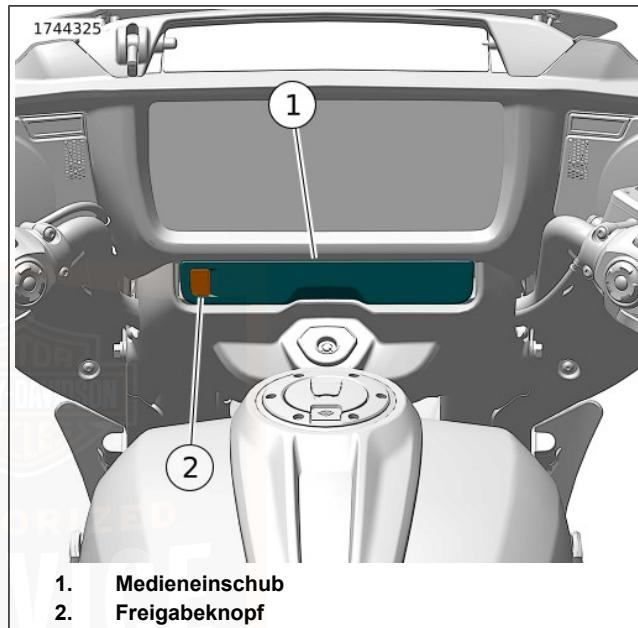

Abbildung 57. Medienfach
Siehe Abbildung 57. Das Medienfach ist ein Behältnis in der Instrumententafel, das genutzt werden kann, um ein Mediengerät anzuschließen oder kleine Artikel zu verstauen. Medienabspielgeräte und USB-Speichermedien mit Mediendateien können mit dem Universal Serial Bus Typ C (USB-C) -Anschluss verbunden werden. Aktualisierungen des IFCU-Systems werden auch über ein USB-C -Speichermedium durchgeführt.
Öffnen Siehe Abbildung 57 . Die Entriegelungstaste (2) drücken, um das Medienfach (1) zu öffnen.